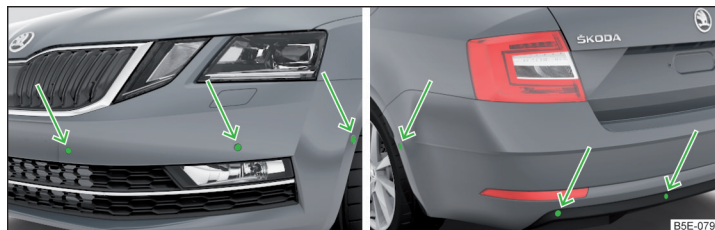

Fig. 251 Emplacement de montage des capteurs du côté gauche du véhicule : avant/arrière
- Maintenir les capteurs du système » fig. 251 à la page 228 propres ainsi que dépourvus de toute neige ou glace et ne jamais les recouvrir au risque d'entraver le fonctionnement.
Le système calcule sur la base d'ondes ultrasons la distance entre le pare-chocs et un obstacle. Les ondes ultrasons se trouvent, selon l'équipement du véhicule, dans le pare-chocs arrière ou également dans le pare-chocs avant » fig. 251.